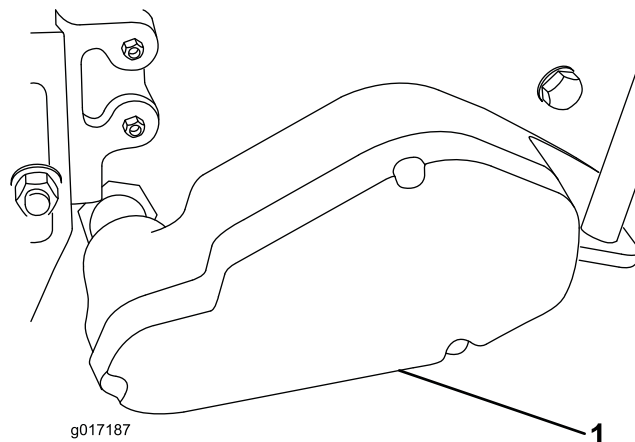

Bild 10
25. Befestigen Sie die Abdeckung mit drei neuen Sechskantschrauben und Sicherungsscheiben (liegen dem Kit bei) am Gehäuse (Bild 10).